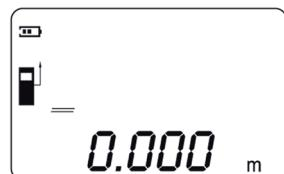

Abb. 25
2. Das Gewinde als Messreferenzpunkt mit Taste 6 einstellen (Abb. 25).